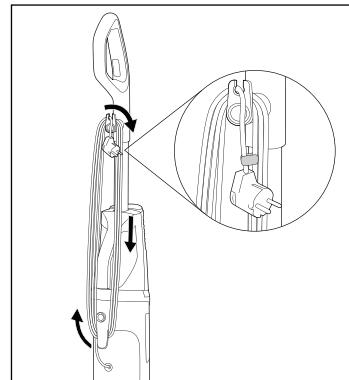

Fig. 44
- ♦ Enrolle el cable de red **⑰** completamente en los dos enganches del enrollacables **⑯/⑳** (consulte la fig. 44).